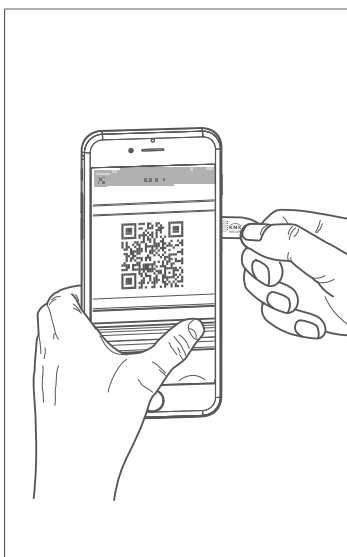
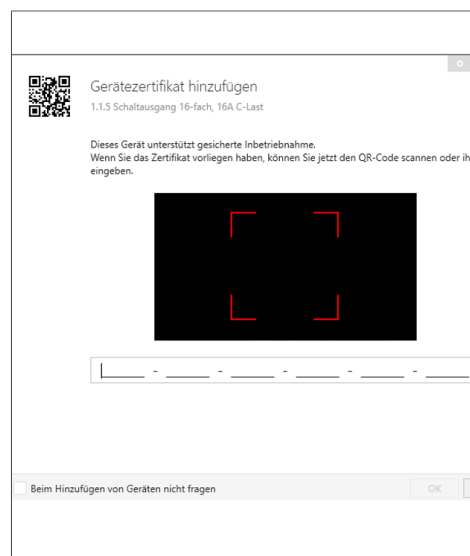

Fig. 14: Scansionare il codice QR
Fig. 15: Inserire il codice QR manualmente
- 2 Inserire il codice secure del dispositivo (codice QR) (Fig. 15), scansionarlo (Fig. 14) oppure aggiungerlo al progetto in ETS.